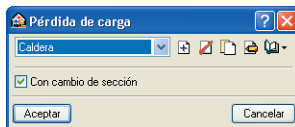

Fig. 38
- Pulse en el menú **Elementos>Nuevo**, seleccione el icono  **Pérdida de carga** y en el desplegable que aparece, seleccione **Caldera**. Después active la casilla **Con cambio de sección** (Fig. 38) y dispóngala encima de la tubería, seleccionando en la ventana de Tuberías agua caliente a la salida de la caldera, según se muestra en la figura 39: